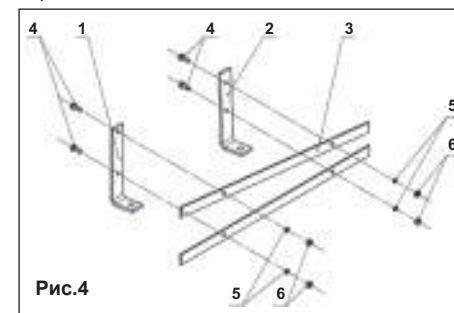

Рис.4
- Используя болты **4**, шайбы **5** и гайки **6** собрать две лопасти как показано на рис.4. Затяжку болтовых соединений произвести от руки.